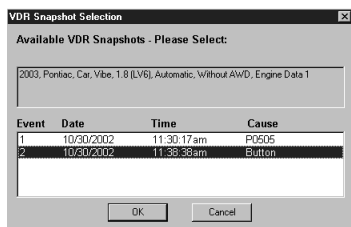

Figure 4.2 : boîte de dialogue sur la sélection des instantanés de VDR
- 2 Vérifiez les branchements et, ensuite, cliquez sur le bouton **OK** pour continuer. Vous verrez s'afficher la boîte de dialogue sur la sélection des instantanés de VDR (Figure 4.2), qui énumère les instantanés sauvegardés dans l'outil de VDR (jusqu'à concurrence de quatre instantanés).